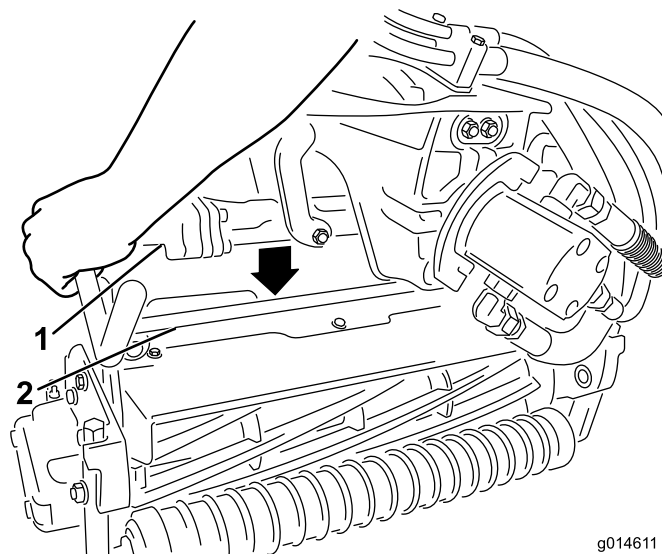
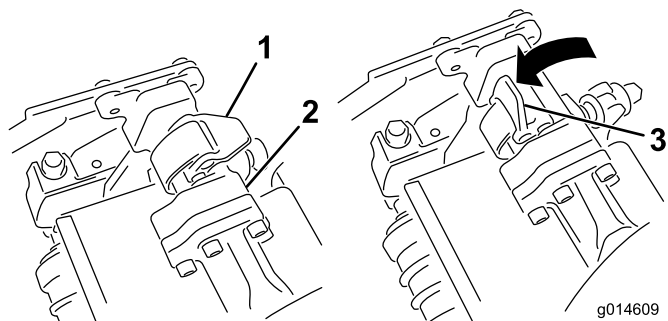

Figura 37
Figura 36
4. Con i fermi del braccio di sospensione rivolti verso l'alto (cioè aperti) (Figura 36), premete il braccio di sospensione verso il basso in modo che la barra si inserisca nella barra della parte superiore dell'apparato di taglio (Figura 37).
5. Chiudete i fermi spostandoli verso il basso e attorno alla barra dell'apparato di taglio, quindi bloccateli in posizione (Figura 36).
5. Aprite i fermi sulla barra del braccio di sospensione dell'apparato di taglio che state rimuovendo (Figura 36).